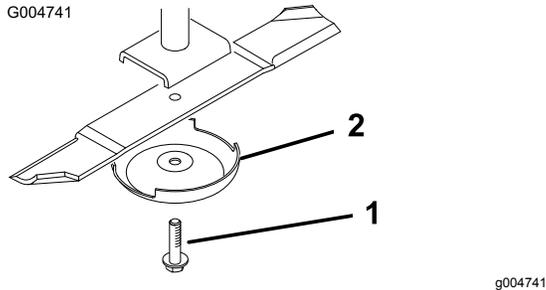

Figura 109
2. Sujete el extremo de la cuchilla usando un paño o un guante grueso. Retire del eje de la cuchilla el perno de la cuchilla, el protector de césped y la cuchilla (Figura 109).